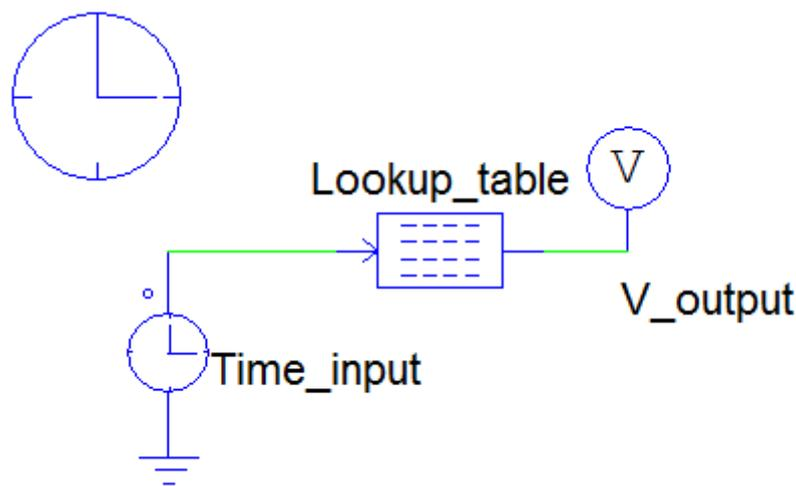

図1 ルックアップテーブルのシミュレーション回路
3. 下図のように「ファイルを開き」をクリックして保存したデータを図1の PSIM 回路に読み込みます。